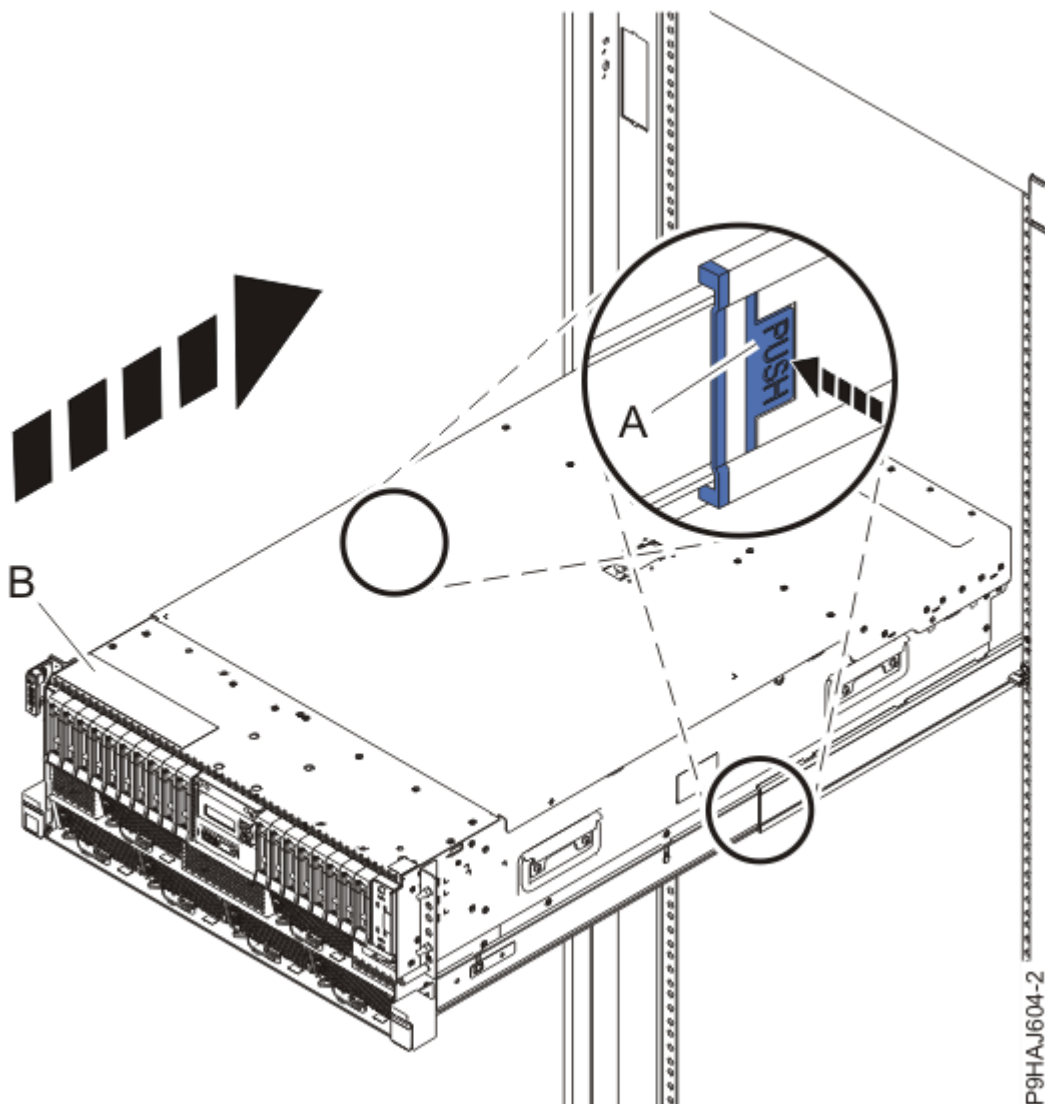

図 132. システムの操作位置への設置
3. ラック・マウント型システムの場合、青色のレール安全ラッチ (A) を、137 ページの図 132 に示されているように内側に押してアンロックします。